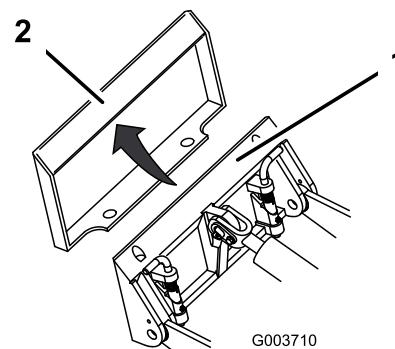

Figura 24
- Coloque la placa de montaje debajo del reborde superior de la placa receptora del accesorio (Figura 24).